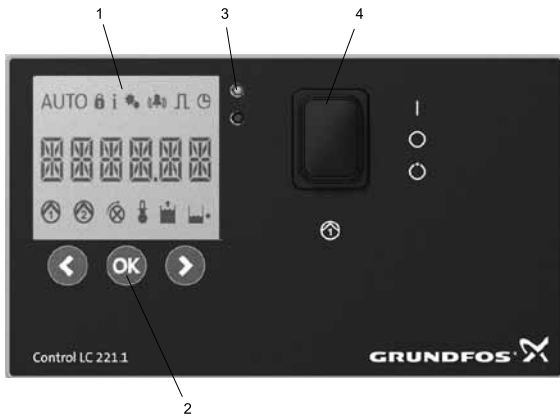

Рис. 117 Панель управления шкафов для установок с одним насосом
Панель управления включает в себя дисплей (1), кнопки управления (2), световые индикаторы состояний (3) и селекторные переключатели ВКЛ.-ВЫКЛ.-АВТОМАТ. (4). См. рис. 117 и 118.